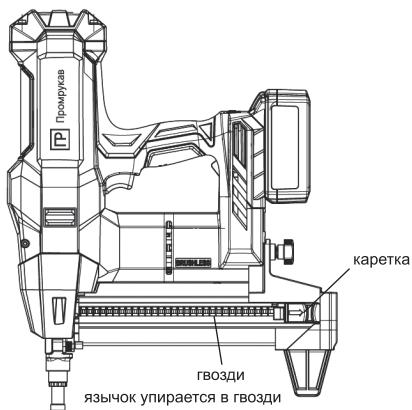

Рисунок 6
- Вставьте язычок обратно в окно, язычок должен упираться в гвозди (рисунок 6).